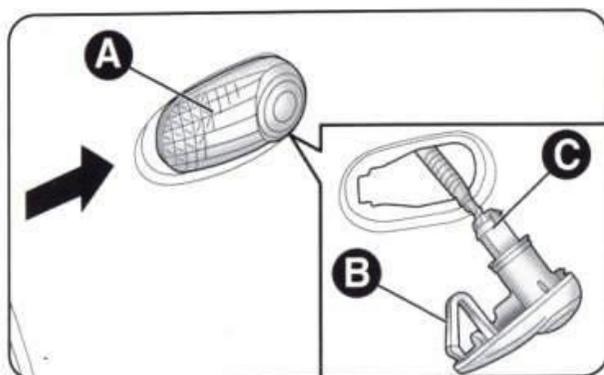

рис. 26
- сместите рассеиватель А (рис. 26), чтобы вывести держатель В из зацепления, затем извлеките повторитель из кузова;